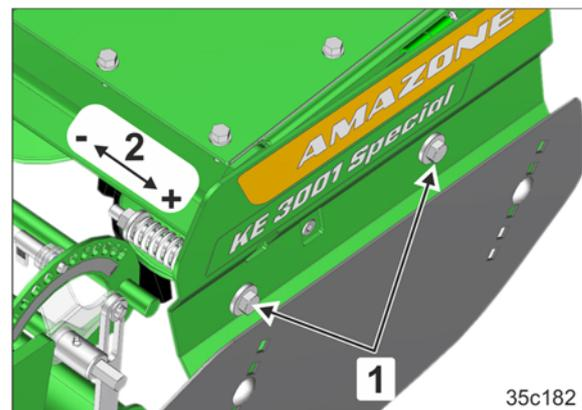

Fig. 111
Die Spannung der Feder durch Drehen der beiden Sicherungsmuttern (Fig. 111/2)
- auf schweren Böden erhöhen (Fig. 111/2+),
- bei der Einarbeitung von Stroh verringern (Fig. 111/2-).